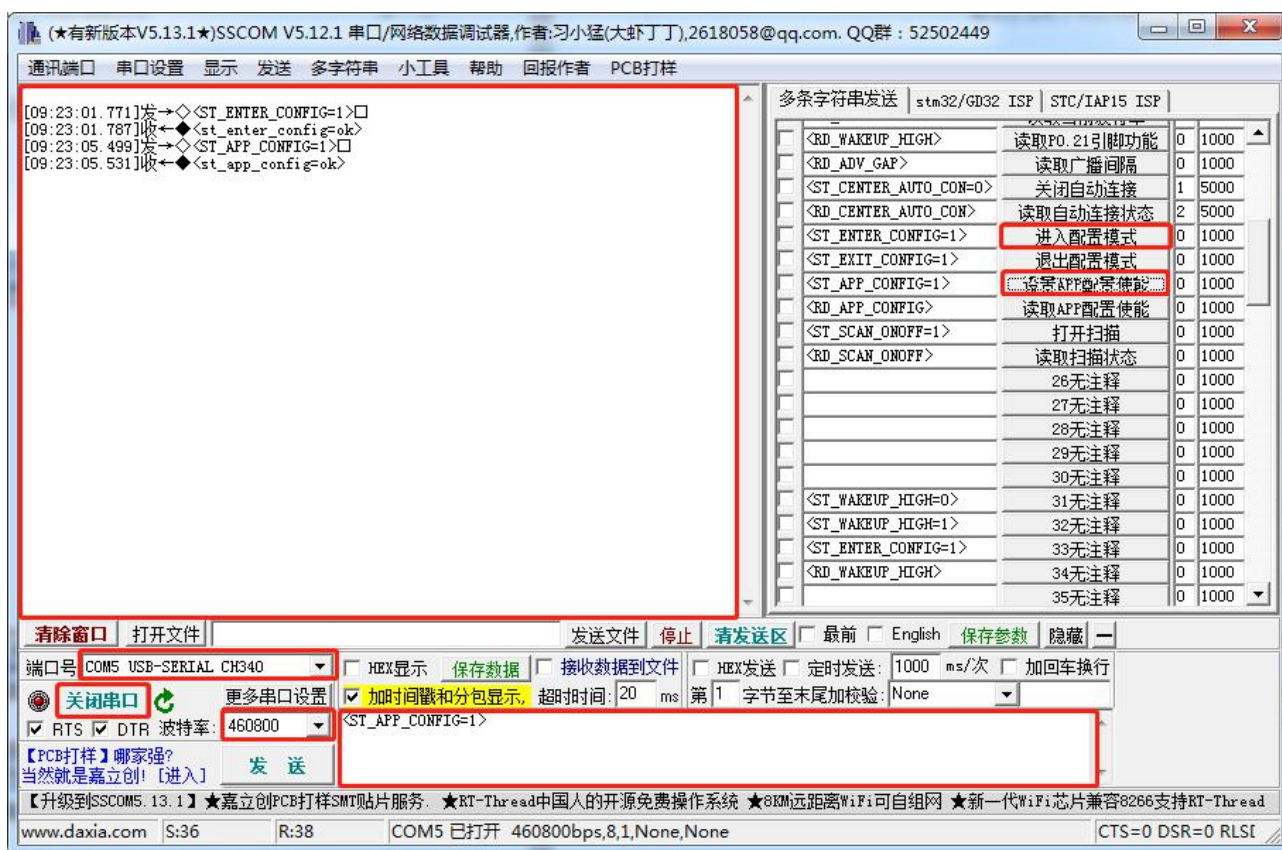

图 3-3.1 使能 APP 配置成功
3.1.1 节的连接方法完成后 → 打开串口调试助手 → 找到测试板对应的端口号 → 默认波特率 460800 → 打开串口 → 在发送区输入并发送指令：“<ST\_ENTER\_CONFIG=1>”，收到返回数据：“<st\_enter\_config=ok>”表示进入配置模式 → 在发送区输入并发送指令：“<ST\_APP\_CONFIG=1>”，收到返回数据：“<st\_app\_config=ok>”即为配置成功（可以用指令<RD\_APP\_CONFIG>查询确认当前状态）。过程如图 3-3.1 所示。